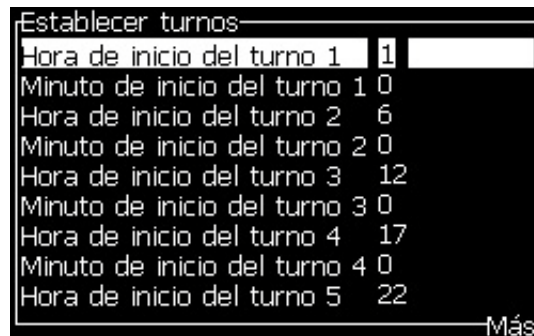

Figura 5-42: Configuración de los turnos
- 3 Pulse la tecla *Intro* para abrir el cuadro de diálogo *Establecer turnos* (Figura 5-42 en la página 5-55).